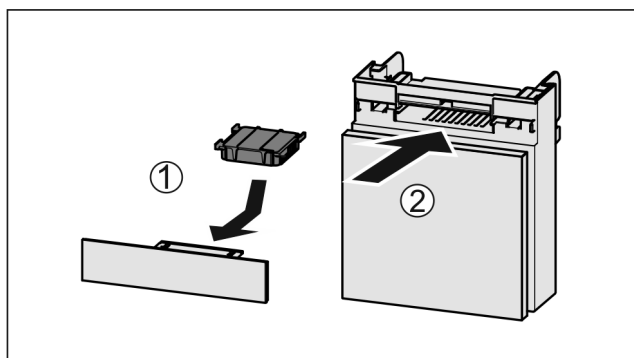

Fig. 234
- Inserire il vano Fig. 234 (2).